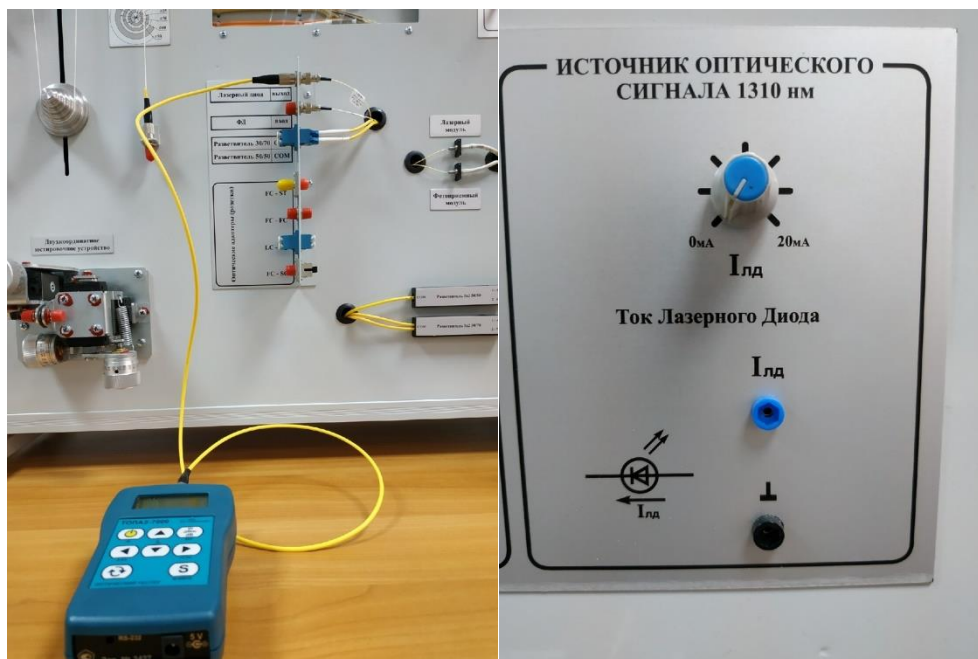

Рисунок 2.3 – Измерение опорного уровня
1. Подключить к разъему P.1 с помощью патч-корда источник оптического сигнала (рисунок 2.3), уровень которого в дальнейшем должен служить точкой отсчета;